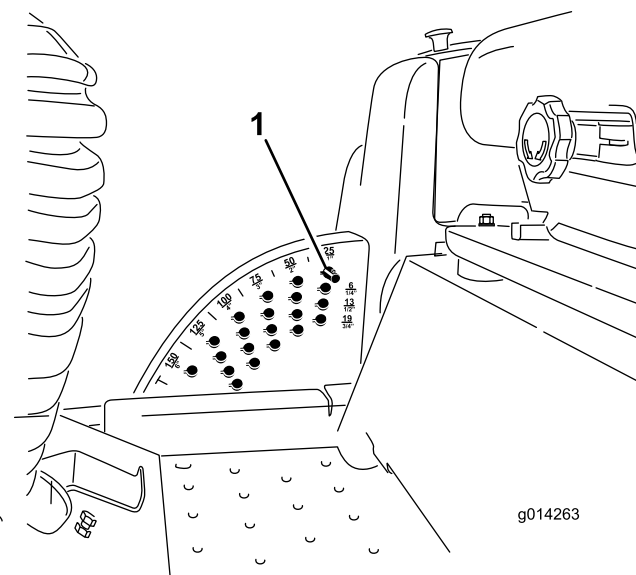

Figura 16
Nota: Para bloquear la carcasa de corte o el accesorio en posición elevada, eleve la carcasa más allá de la posición de 15 cm, retire el pasador de tope de altura de corte (consulte Ajuste de la altura de corte), y ponga el pasador en la posición de altura de corte de 15 cm (Figura 16).
1. Con el motor en marcha, presione hacia atrás el interruptor de elevación de la carcasa hasta que la carcasa del cortacésped esté elevada del todo y **suelte el interruptor inmediatamente** (Figura 16).
2. Para ajustar, gire el pasador hasta que el nervio quede alineado con la ranura del taladro del soporte de altura de corte, y retire el pasador (Figura 16).
3. Seleccione un taladro del soporte de altura de corte que corresponda a la altura de corte deseada, inserte el pasador y gírelo para bloquearlo en esa posición (Figura 16).
Nota: Hay cuatro filas de taladros (Figura 16). La fila superior corresponde a la altura de corte impresa encima del pasador. La segunda fila corresponde a la altura impresa más 6 mm. La tercera fila corresponde a la altura impresa más 13 mm. La fila inferior corresponde a la altura impresa más 19 mm. Para la posición de 15,8 cm hay un solo taladro, situado en la segunda fila. Esta posición no añade 6 mm a la altura de 15,8 cm.